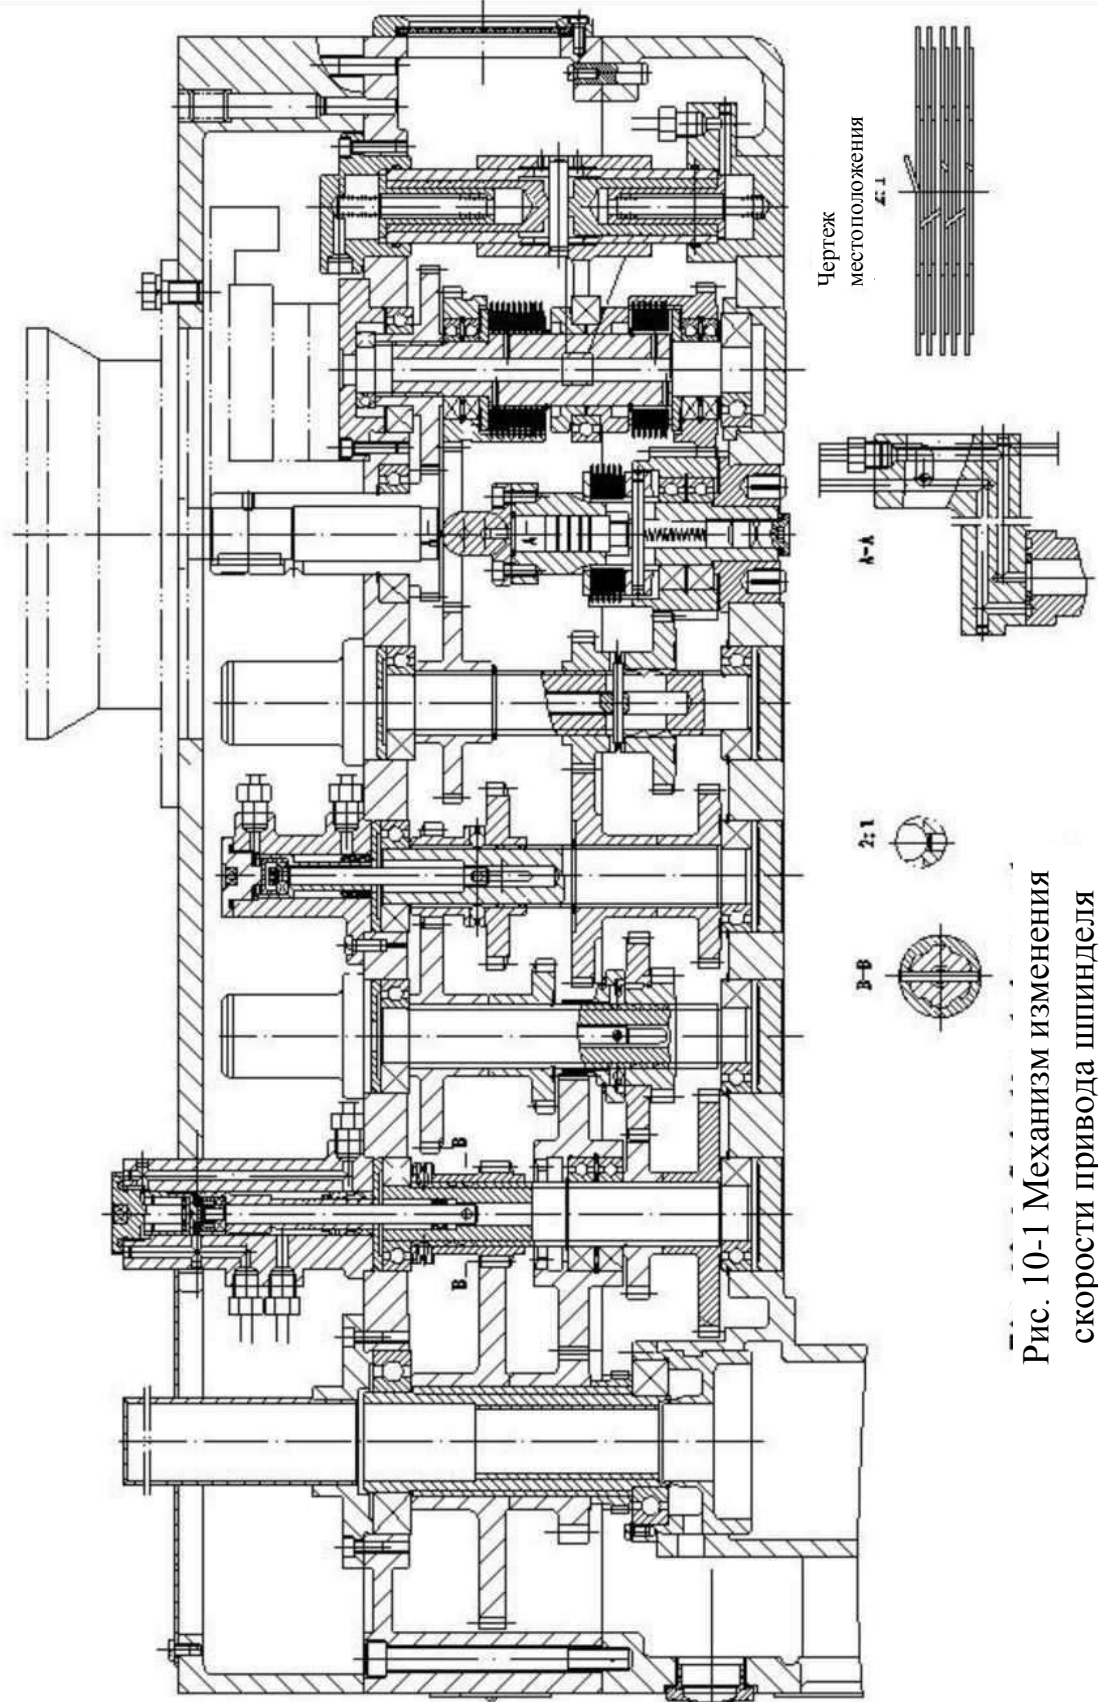

Рис. 10-1 Механизм изменения
10.1 Система передачи скорости шпинделя (Рис. 10-1)